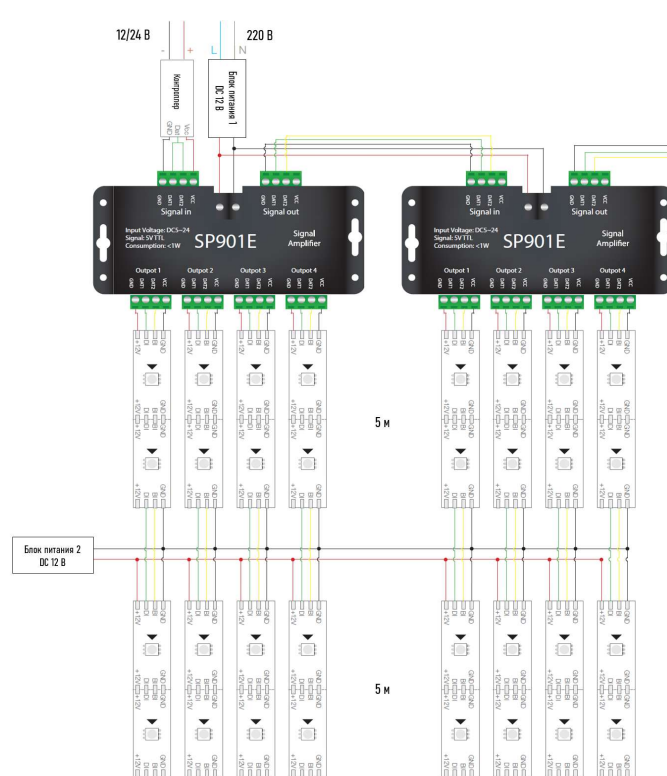

Рисунок 3. Схема подключения с резервным блоком питания.
- Если потребляемый усилителем ток выше допустимого, необходимо добавить в схему дополнительный источник питания (рис. 3).